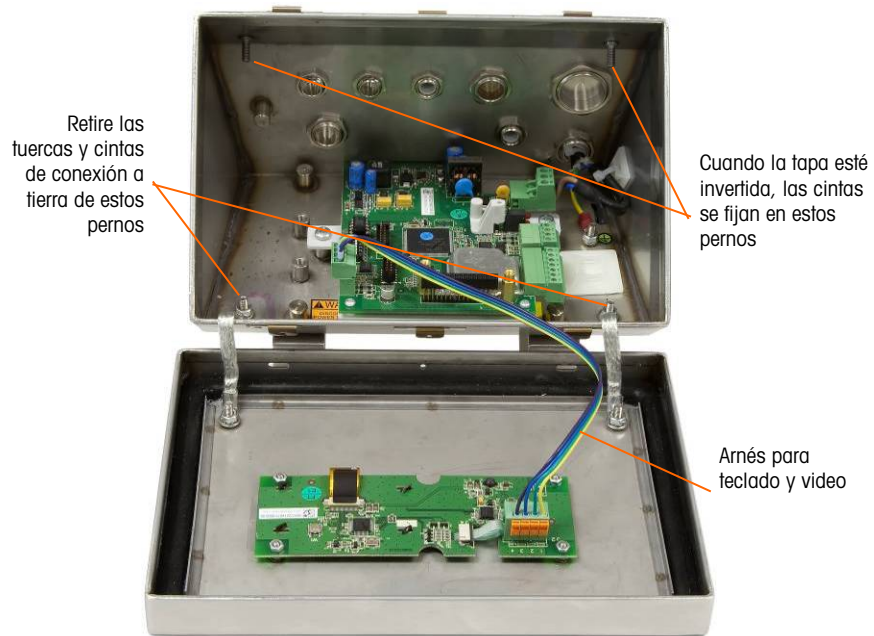

Figura 3-21: Para aflojar las cintas de conexión a tierra
Utilice un destornillador de punta plana para abrir el gabinete para ambientes adversos. Presione el destornillador dentro de cada una de las dos ranuras de la tapa (indicadas en la Figura 3-4) para comprimir el sujetador de resorte hasta que la tapa se desprenda. Cuando ambas esquinas estén sueltas, presione la tapa hacia arriba hasta que sobresalga del borde frontal de la caja. Después presione hacia atrás hasta que se desprenda de los dos sujetadores de resorte restantes. Levante con cuidado el gabinete y hágalo girar hacia adelante. La tapa está fija en el gabinete mediante dos cables de alivio de tensión y conexión a tierra, y está conectada a la tarjeta principal mediante el arnés de video y teclado (vea la Figura 3-21).
- b. Afloje y quite las dos tuercas que fijan las cintas de conexión a tierra (que también funcionan como bisagras para la tapa frontal) con la caja posterior. Vea la Figura 3-21.